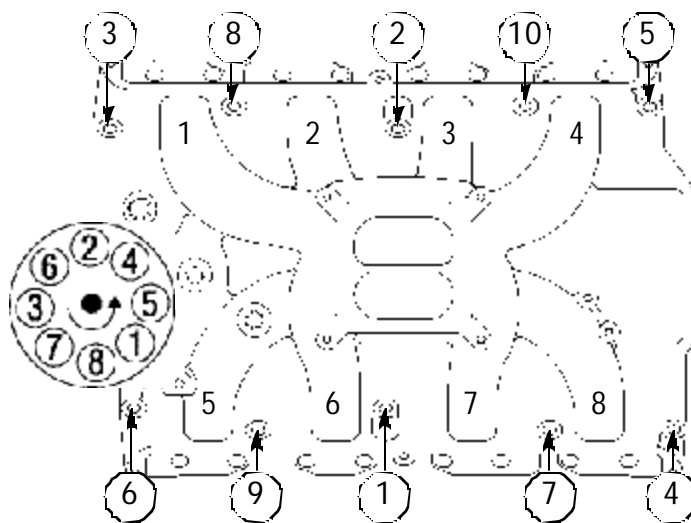

Figura 1 - 326-428 FE Ford Secuencia de Torsión
- 5) Instale el múltiple de admisión y presione los tornillos. Torsione todos los tornillos del múltiple en dos pasos con la secuencia que se muestra en la Figura 1 a 25 KPa. Mientras aprieta los tornillos del múltiple de entrada, el distribuidor debe de ser instalado en la posición apropiada. Debe tener cuidado para asegurarse que el distribuidor está centrado en el orificio del múltiple de entrada y que puede ser removido y reinstalado fácilmente después de que apriete los tornillos del múltiple de admisión.